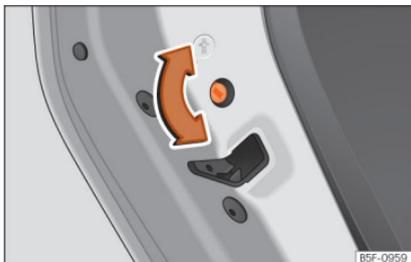

Fig. 83 Tranca para crianças da porta da esquerda.
- Com a porta aberta, rode a ranhura com a chave do veículo no sentido horário para as portas esquerdas »» Fig. 83 e no sentido anti-horário para as portas direitas.
- Com a porta aberta, rode a ranhura com a chave do veículo no sentido anti-horário para as portas esquerdas »» Fig. 83 e no sentido horário para as portas direitas.